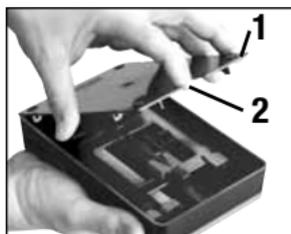

Рисунок 2.
Точильные элементы точилки eXact-V® удобно хранятся внутри основания, которое выполняет роль контейнера (Рисунок 2). Размер
точилки таков, что она удобно помещается в выдвижной ящик, бардачок, в рюкзак или рыболовные принадлежности. Нижняя крышка (Рисунок 2) основания легко снимается, если вставить палец в отверстие (2) в конце крышки (1) и сдвинуть ее, как показано на картинке. Направляющая ножа (3) вынимается из контейнера, если ее осторожно потянуть вверх пока она не освободится от удерживающих защелок. После этого, можно подобным образом вытащить два абразивных бруска (4), дернув их вверх за тонкие концы (те которые устанавливаются в основание), пока они не освободятся от защелок. На Рисунке 3 показаны: основание (2), два абразивных бруска (4), направляющий механизм (3), и нижняя крышка (1) после снятия этих компонентов.